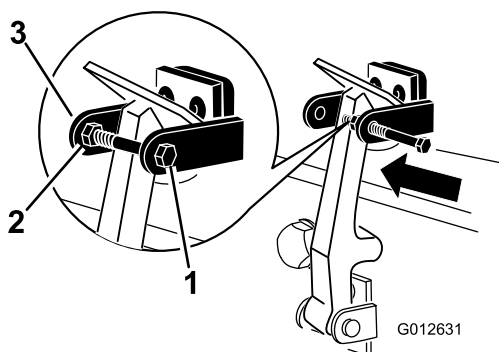

Figure 9
7. Vissez le boulon dans l'autre bras du support de verrouillage pour bloquer ce dernier en position (Figure 9).